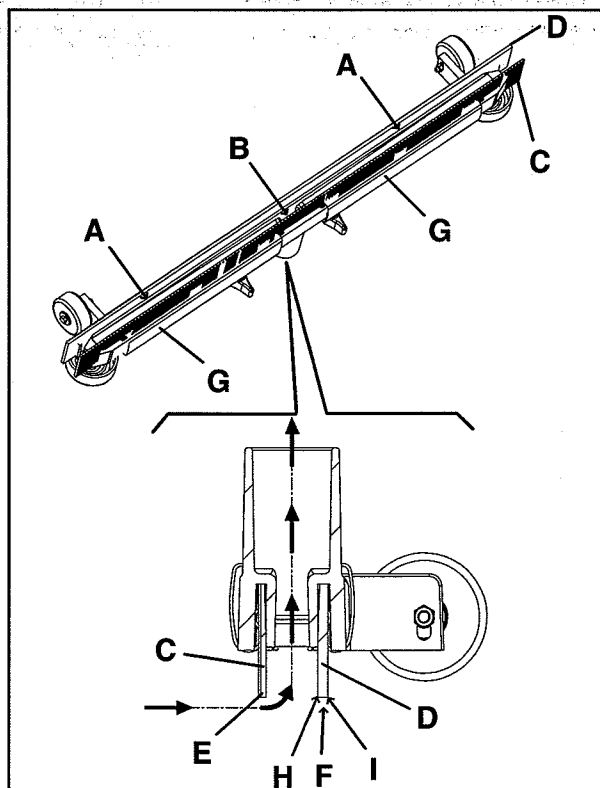

Figure 17
5. Laver et nettoyer l'embouchure, en particulier les compartiments de convoyage (A, Fig. 17) et l'orifice d'aspiration (B) de la saleté et des déchets.
6. Contrôler que la lamelle en caoutchouc avant (C, Fig. 17) et la lamelle en caoutchouc arrière (D) sont intactes et qu'elles ne présentent pas de coupures ou déchirures ; en cas contraire, les remplacer (voir la procédure au paragraphe suivant).
2. Contrôler que le bord (E, Fig. 17) des lamelles en caoutchouc avant et le bord (F) de la lamelle en caoutchouc arrière se posent simultanément sur le plan, et en toute leur longueur; en cas contraire, régler leur hauteur en procédant comme suit :
- régler la lamelle en caoutchouc avant (C, Fig. 17) et arrière (D) après avoir déposé les ressorts de fixation (G)
3. Contrôler que la lamelle en caoutchouc avant (C, Fig. 17) et la lamelle en caoutchouc arrière (D) sont intactes et qu'elles ne présentent pas de coupures ou déchirures ; en cas contraire, les remplacer en procédant comme suit. Contrôler que l'arête (H) de la lamelle en caoutchouc arrière n'est pas usée; en cas contraire, tourner la lamelle en caoutchouc, en remplaçant l'arête usée avec l'autre arête (I) si elle est encore intacte. Si l'autre arête est usée, remplacer la lamelle en caoutchouc, en procédant comme suit :
- remplacer (ou renverser) la lamelle en caoutchouc arrière (D, Fig. 17) après avoir déposé les ressorts de fixation (G)